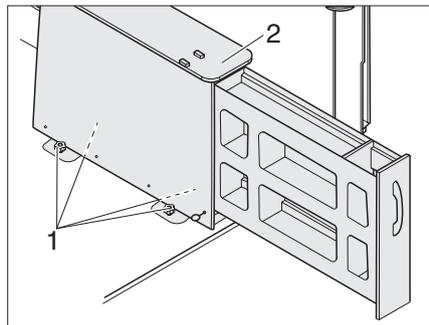

Fig. 55 Démontez le tiroir arrière
- Desserrer 4 vis à poignée étoile (Fig. 55,1) et retirer le corps (Fig. 55,2) du tiroir arrière.